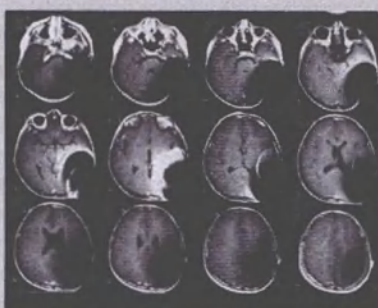

Рисунок 2. МРТ-снимки, полученные на томографе с силой магнитного поля 1,5Тл (8-летний ребенок)
- На снимках возможно появление артефактов (см. Рисунок 2).